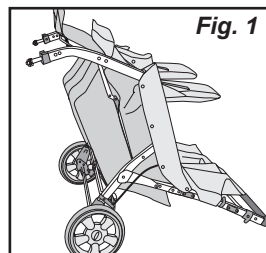
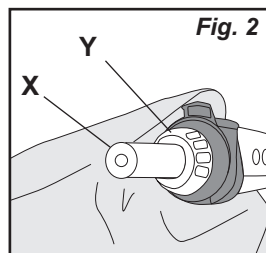
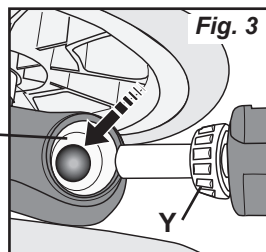

Fig. 1
Fig. 2
Fig. 3
1. Despliegue la carriola (A) en un suelo limpio, con el manillar hacia arriba (1) y el reposapiés delantero (2) en contacto con el suelo (Fig. 1).
2. Coloque el eje del tubo posterior (C) con el tubo de freno 3 hacia arriba y el extremo de montaje del eje trasero abierto hacia las patas traseras.
1. Alinee el orificio en la varilla del eje de la rueda trasera (B) con los orificios en conjunto del tubo del eje trasero (C). Deslice la rueda trasera con eje B en el conjunto del tubo del eje trasero (C) hasta el orificio la barra del eje trasero se alinea con el orificio en el tubo del eje trasero (Fig. 1).
2. Inserte el tornillo M6 x 34 mm (H) a través del tubo del eje trasero Conjunto (C) y varilla del eje trasero hasta que el tornillo salga por la parte inferior Conjunto del tubo del eje trasero (C) (Fig. 2).
3. Inserte la tuerca M6 (I) en el hueco de 6 lados en la parte inferior de tubo del eje trasero y con un destornillador Phillips, Atornille (H) girándolo hasta que quede apretado (Fig. 3).
2. Coloque la carriola en el suelo, las ruedas traseras y manubrio deben de quedar en contacto con el. (Fig. 1).
3. Reúne todas las piezas necesarias para el montaje. localizar M6 x 25 Tornillo de (K), arandela de seguridad (L), y la arandela plana (M) en la bolsa de piezas. Localiza Frente Montaje de la rueda (D).
4. Retire el material de embalaje protector del Frente Mensajes rueda (Fig. 2).
5. Mientras sostiene el poste frontal de la rueda de frente (D). Mientras el anillo de la rueda (Fig. 2) quede de frente y el cojinete (Y) dentro, inserte la rueda frontal en el eje (Fig. 3).
1. Tubo de la canasta trasero (G) con la curva (W) apuntando hacia abajo (Fig. 1).
2. Asegure el tubo de la cesta trasero en la silla de paseo por deslizando los extremos del tubo a la cesta trasera tubos en el lado del bastidor de silla de paseo hasta que los extremos entren en contacto con los botones del muelle (Fig. 1).
3. Pulse los botones①del muelle y deslice los tubos de la cesta trasera②hasta que los botones aseguren en los agujeros de la cesta trasera del tubo (Fig. 2).
4. Tire del tubo de la cesta trasera para verificar que esté bien sujeto.③(Fig. 2).
Desenganche encaje (X) en la cesta de tela (Y), envuelva la tela baloncesto sobre la parte superior del tubo de la cesta (Z) y vuelva a colocar broches en la cesta de tejido (Fig. 3).
1. Alinee las flechas ubicadas en la parte inferior de la barra del brazo (Fig.1).
2. Empuje el poste de la barra del brazo (1) dentro del orificio en la base de la barra del brazo (2) hasta hace clic en su lugar. Repita en el otro lado (Fig. 2).
1. Mantenga presionado el botón de liberación (1) ubicado en la parte inferior del barra de brazo. Mientras mantiene presionado el botón de liberación, extraiga la barra del brazo para extraer desde un lado de la carriola (Fig. 3).
3. Asegure el tubo corto trasero del dosel (Y) empujando extremo del tubo del dosel en la ranura del retenedor del dosel (Z) ubicado en el exterior del mango cerca de la parte superior del asiento trasero (Fig. 2). Repita los pasos 2 y 3 para asegurar los tubos del dosel en otro lado de la carriola.
4. Asegure la parte posterior del dosel trasero (F).
- Doblar el panel posterior del dosel hacia adelante, ① tirar tubo del dosel trasero hacia atrás y acople el dosel tela sobre el mango tubo de soporte con tela cierres de velcro ② (Fig. 3).
2. Enhebre el cierre de velcro a través de lazo cosido en el borde trasero del dosel, doblar el lazo cosido y presionar la correa juntos (**Fig. 3**). Repita para otro sujetador.
Alinee la lengüeta de resorte (2) del dosel delantero (P) a través de la abertura del reposabrazos de tela y dentro del retenedor del dosel (3). El techo se bloquea en su lugar con un clic. Repita para ambos lados (Fig. 1).
Nota: Para retirar las marquesinas frontales, presione la lengüeta de resorte (2) hasta que se libere del retenedor de la marquesina (3). Si la lengüeta no se suelta fácilmente, puede usar un destornillador recto o una herramienta equivalente para presionar la lengüeta (Fig. 1).
1. Una vez que el dosel esté conectado y desplegado, necesitará presionar hacia abajo (1) en el bloqueo del dosel para asegurarse de que esté en la posición bloqueada (Fig. 1). Para liberar el bloqueo del dosel, simplemente empuje hacia arriba.
2. Para plegar las marquesinas delanteras, asegúrese de que el seguro esté en la posición desbloqueada y luego doblar. (Fig. 2).
1. Coloque el cochecito en el suelo con las ruedas delanteras y los reposapiés delanteros hacia abajo, en contacto con el suelo (Fig. 1).
3. Ubique la correa de retención en un lado del cochecito (Figura 1). Empuje hacia abajo el asa del cochecito y desenganche. Pestillo de la correa de retención deslizando el pestillo hacia abajo para que la carriola la clavija se alinea con el orificio más grande del pestillo (Fig. 2).
4. Deslice el pestillo de la clavija del cochecito (Fig. 3).
2. Empuje hacia abajo el botón rojo a la derecha ① lado y luego deslice Tanto Fold bloqueo de lanzamiento Botón por las dos caras hacia el mango agarre para desbloquear ② (Fig. 1).
3. Mientras sostiene seguro de prensa se bloquean, empujar hacia adelante en el mango de plegar el cochecito ③ (Fig. 1).